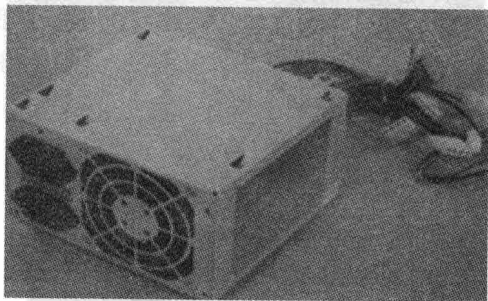

图 2-10
2. 注意观察电源插头的形状,它们的外形是进行了防呆设计的,只能向一个方向插入。如图 2-10 所示。